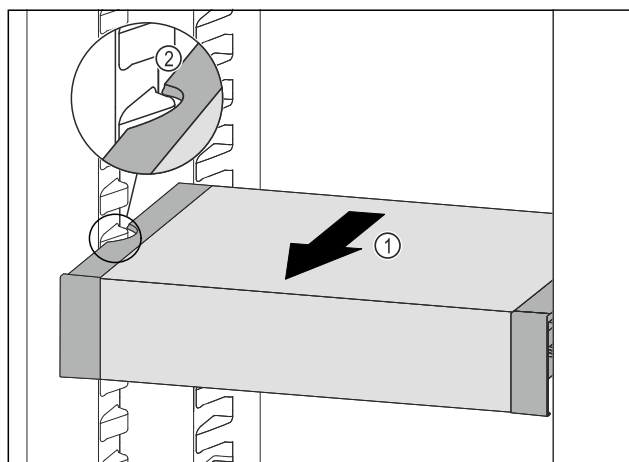

Fig. 96
- ▶ Táhněte VarioSafe dopředu Fig. 96 (1), dokud nebudou boční vybrání VarioSafe na úrovni žebrování na nádoby v chladničce. Fig. 96 (2)